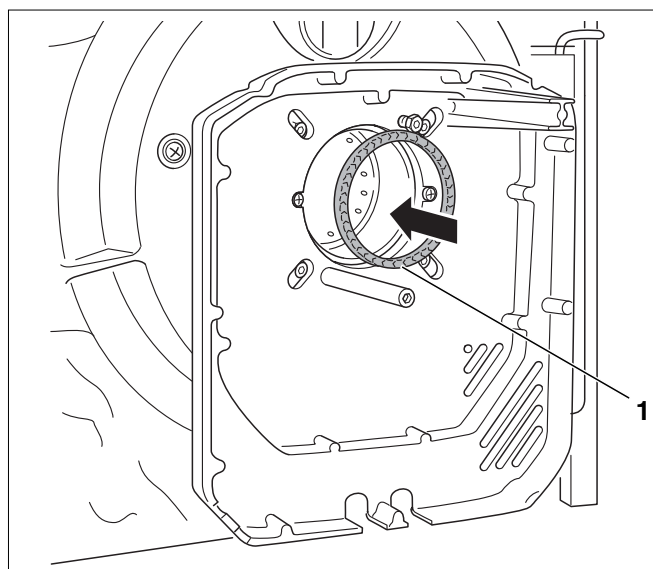
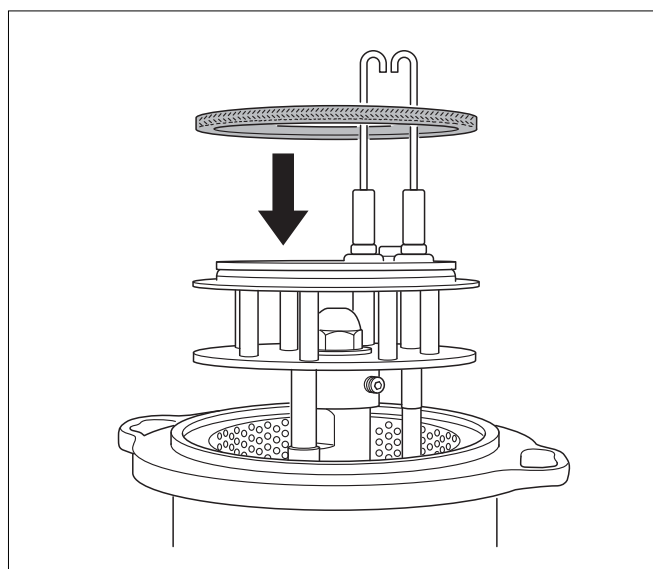

Fig. 21 Colocación de la junta en los modelos de quemador 17 hasta 45
Fig. 22 Colocación de la junta en los modelos de quemador 55 hasta 68
- En los modelos de quemadores de 17 a 45 se coloca la junta (fig. 21, **pos. 1**) en el cañón del quemador.
- En los modelos de quemador de 55 a 68 se coloca la junta en un principio en el sistema de mezcla (fig. 22).
Controlar finalmente el asiento correcto de la junta (fig. 21 o fig. 22) ubicada entre el sistema de mezcla y el cañón del quemador.